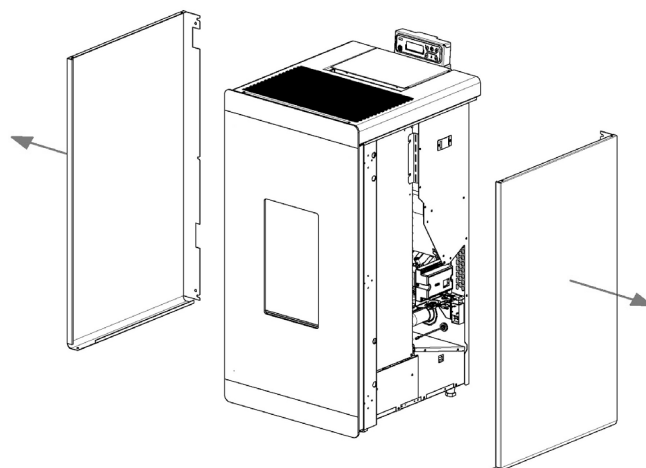

Fig. 71 - Extracción de los laterales
- Retire las paredes laterales (ver **Fig. 71**).